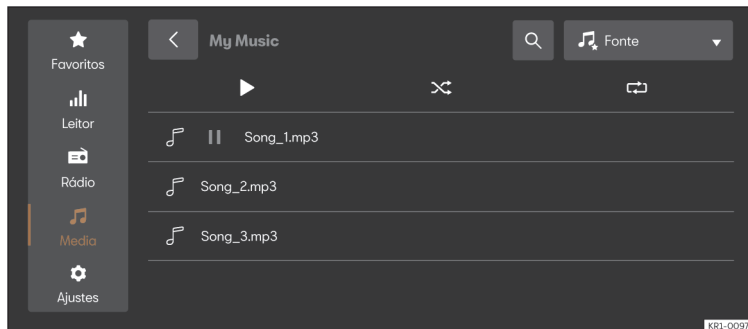

Fig. 157 Representação esquemática: Vista Multimédia.
- Pressione **HOME** > > >>> **Fig. 157**.